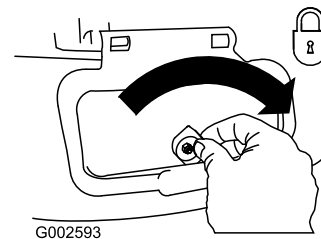

Bild 36
**Wichtig:** Verriegeln Sie die Seitenauswurfklappe nach dem Schließen (Bild 36).